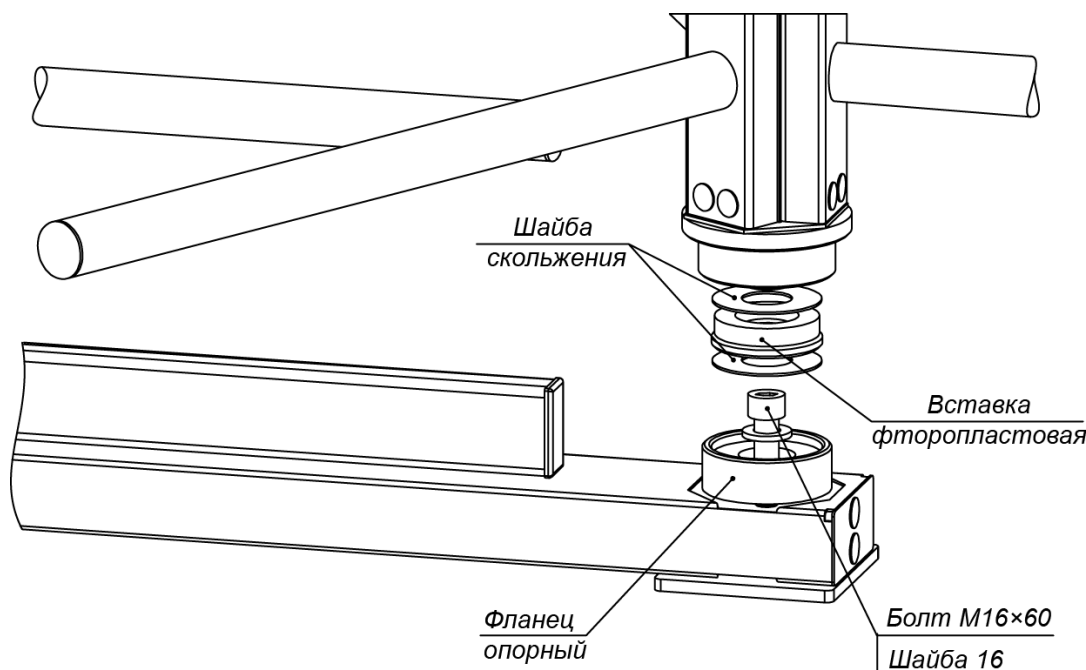

Рисунок 13. Нижний узел вращения ротора (3)
- В место установки нижнего узла вращения ротора вставьте фланец опорный узла вращения (см. рис. 13). Закрепите его и стойку с преграждающими планками на установочной поверхности анкерным болтом М16.
- Окончательно затяните анкерные болты крепления к установочной поверхности опорных фланцев стойки с преграждающими планками (5) и фланцев секций (6) формирователя прохода. При возникновении перекосов в силовых элементах конструкции турникета допускается использовать монтажные прокладки.
- Закройте пластиковыми заглушками Ø16 отверстия для болтов соединения секций ротора (2) и отверстия крепления балки опорной (7) к секциям (6) формирователя прохода (см. рис. 13 и 20).